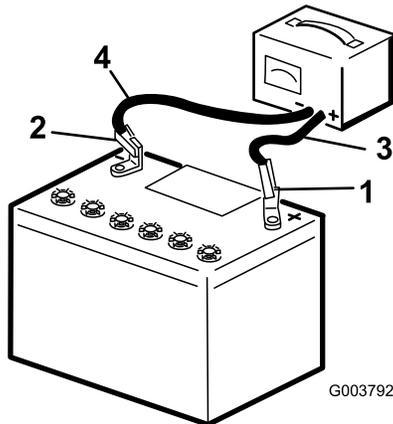

Bild 44
- Laden Sie die Batterie für 10-15 Minuten mit 25 A bis 30 A oder 30 Minuten lang mit 4 A bis 6 A (Bild 44). Überladen Sie die Batterie nicht.
- Wenn die Batterie voll geladen ist, ziehen Sie den Stecker des Ladegeräts aus der Dose. Klemmen Sie dann die Klemmen des Ladegeräts von den Batteriepolen ab (Bild 44).